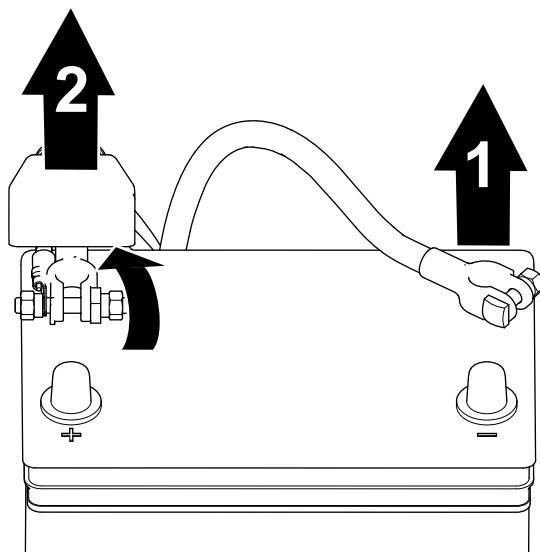

図 38
- バッテリー端子から、マイナスケーブルを外す 図 38。
- バッテリーのプラスケーブルについている絶縁カバーを外して、プラスケーブルをバッテリーから外す 図 38。